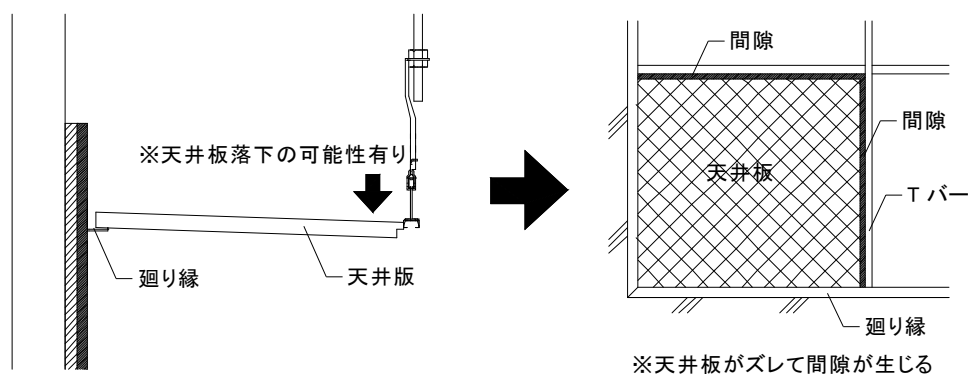

図2-8-1 天井板切断の誤り例(指定寸法より短い場合)
- ②壁際周辺の天井板については、現場で必要寸法を実測して切断し天井板を載せ掛ける。設置時は、以下の点に留意すること。
- 5) 壁際やコーナー部の天井板を設置の際、指定寸法より短い場合はTバーとの間に隙間が空き天井板が落下する恐れがある為、必ず指定寸法で切断すること。(図 2-8-1 参照)